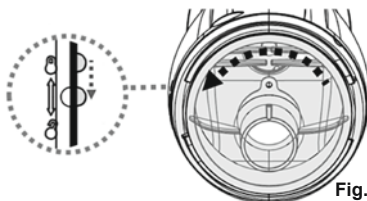

Fig.1
2. Segure o corpo do aspirador elétrico e rode o defletor no sentido contrário ao dos ponteiros do relógio até que a marca branca do defletor atinja a marca de bloqueio/desbloqueio. (Fig.1) Retire o defletor e remova o saco de filtro/caixa de filtro do aspirador elétrico.